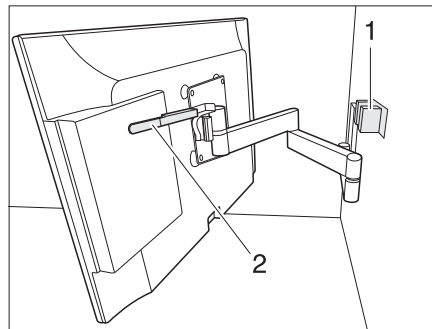

Fig. 56 Support à bras articulé
- Pousser le levier (Fig. 56,2) vers le bas pour détacher l'écran plat du dispositif de blocage (Fig. 56,1). Relâcher le levier.